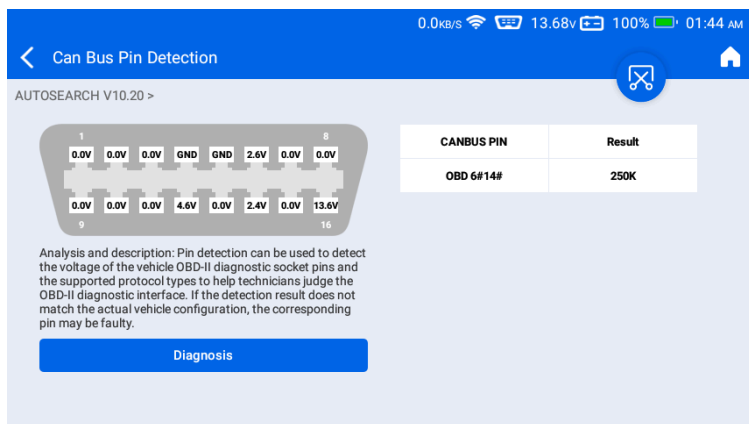

Figure 4-13
- Tableau des résultats** : Ce tableau affiche les broches de communication détectées et le débit en bauds correspondant. En prenant comme exemple la figure 4-13, l'outil identifie les broches 6 et 14 comme un bus CAN fonctionnant à 250 kbit/s, indiquant une liaison de communication correcte entre l'appareil de diagnostic et le véhicule.